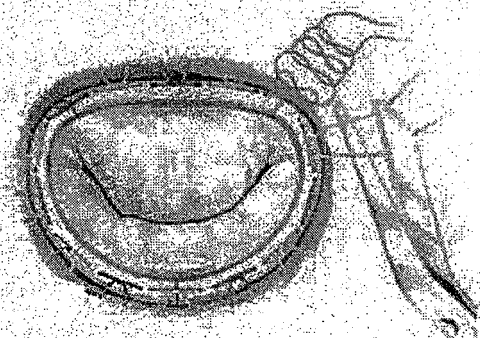
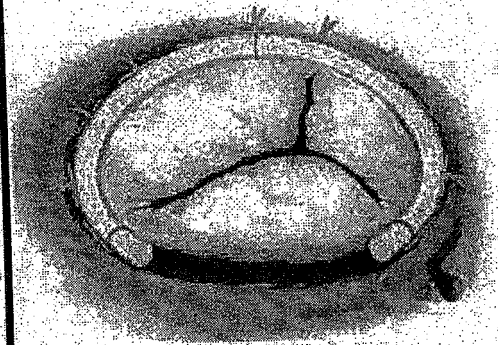

Figura 9
Figura 10
3. Ate todos los nudos alrededor del anillo o banda de forma segura y corte la parte sobrante de los hilos de sutura (Figura 9 y Figura 10).